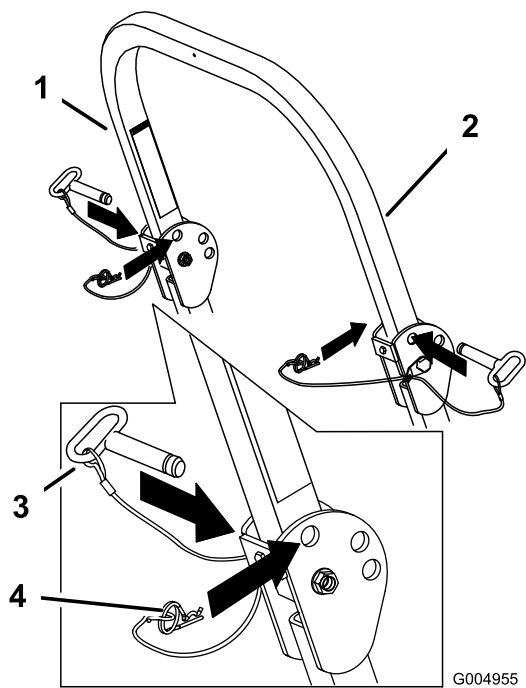

Figura 11
1. Retire las chavetas y retire los dos pasadores (Figura 11).
3. Instale los dos pasadores y sujételos con las chavetas (Figura 11).
2. Eleve la barra anti-vuelco a la posición vertical, instale los dos pasadores y sujételos con las chavetas (Figura 11).